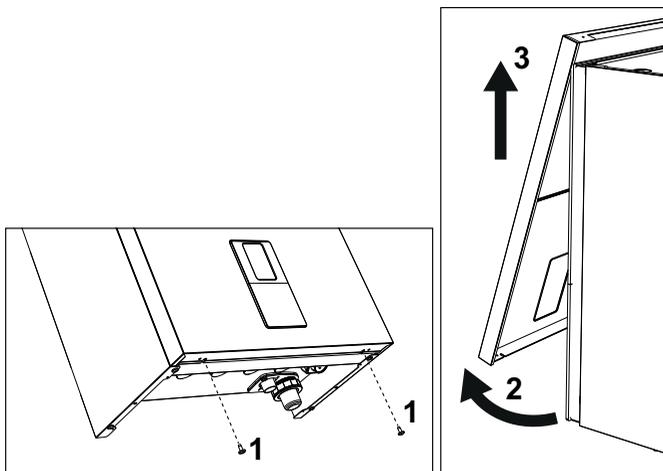

fig. 56 - Apertura pannello frontale
1. Svitare le viti "1" (vedi fig. 56).